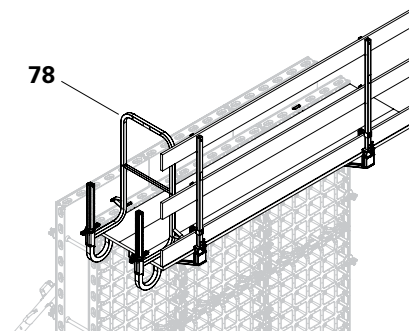

Fig. B4.03
7. Montare la protezione laterale, es. parapetto d'estremità 55 (78). (Fig. B4.03)